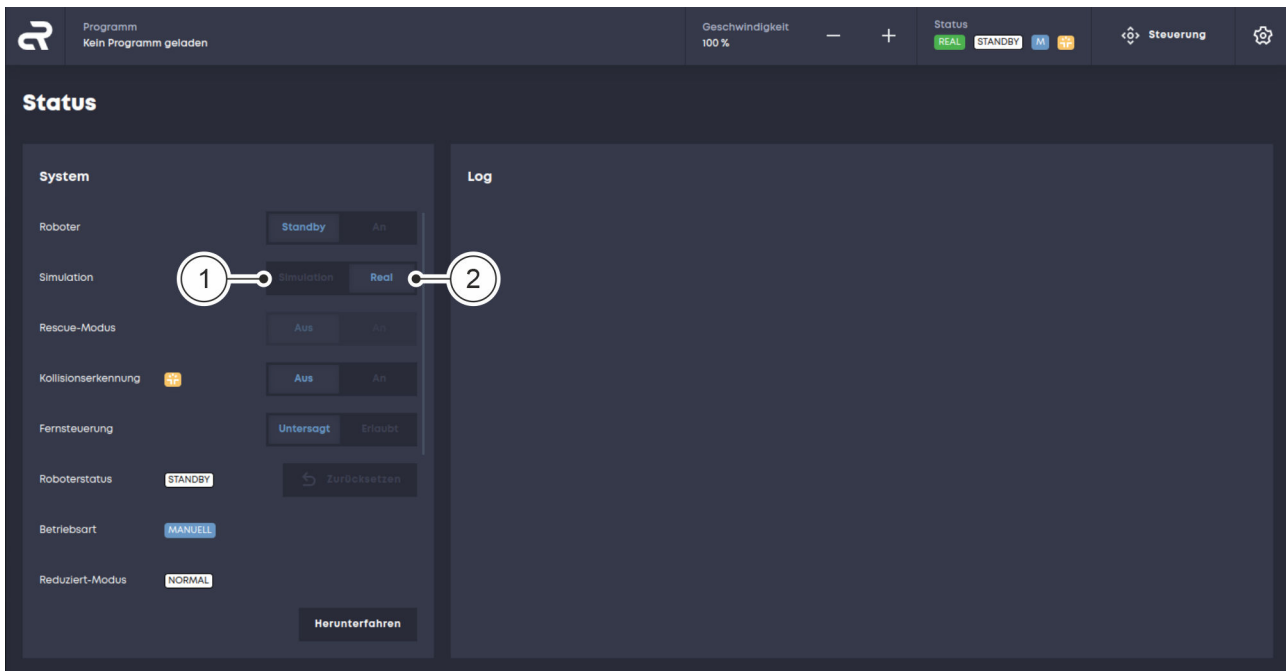

Abb. 8 Simulationsmodus aktivieren und deaktivieren
02. Im Menü „Status“ auf die Schaltfläche „Simulation“ klicken, um den Simulationsmodus zu aktivieren Abb. 8/①.
03. Im Menü „Status“ auf die Schaltfläche „Real“ klicken, um den Simulationsmodus zu deaktivieren Abb. 8/②.